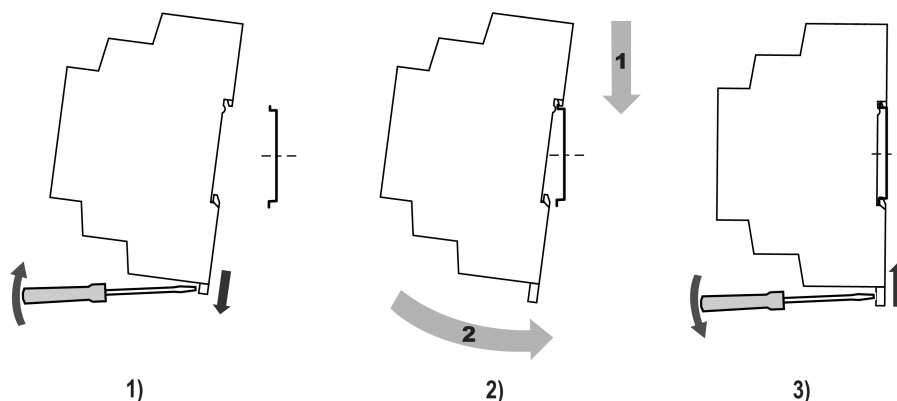

Рисунок 4.1 – Установка прибора
2. Установить прибор на DIN-рейку в соответствии с в направлении стрелки 1 (рисунок 4.1, 2);
3. Вставив отвертку в проушину, оттянуть защелку (рисунок 4.1, 1).
4. Прижать прибор к DIN-рейке в направлении, показанном стрелкой 2. Зафиксировать защелку (см. рисунок 4.1, 3).